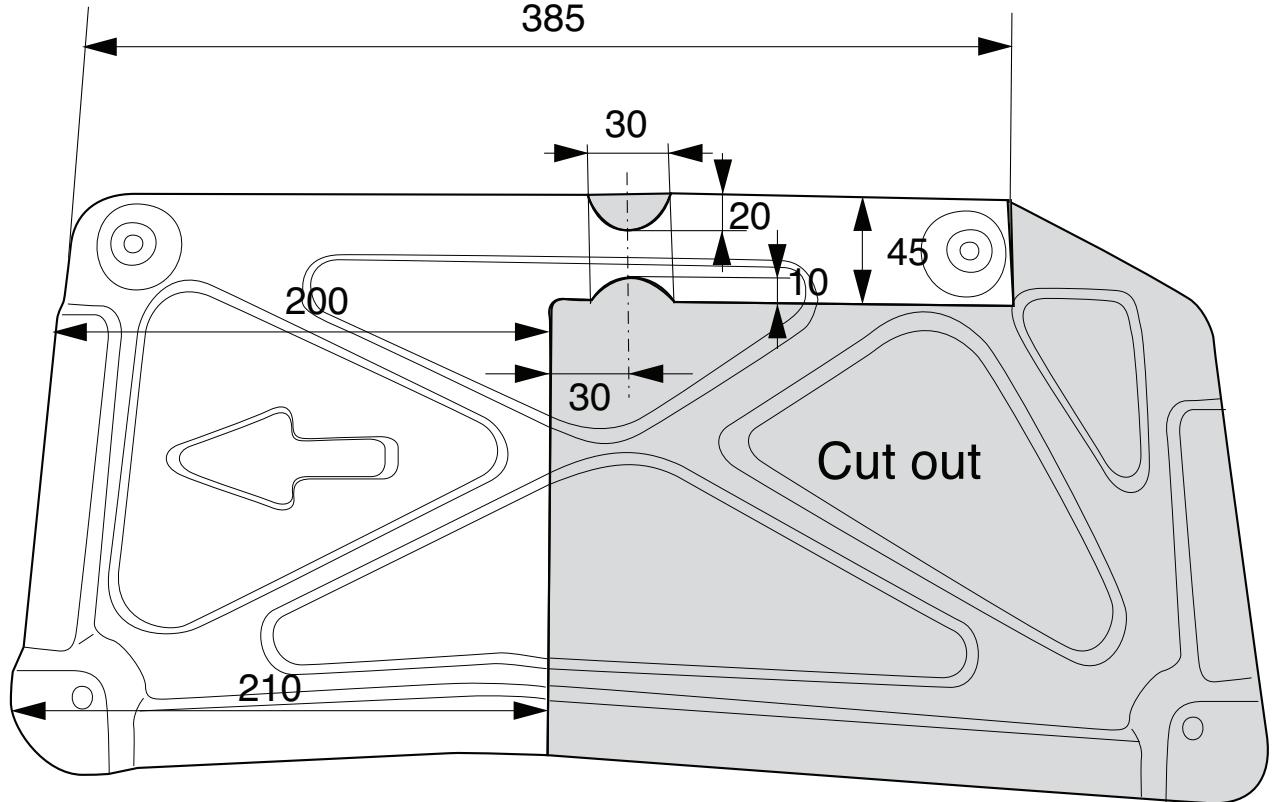

Fig.3
18. Выпилить обозначенные части, как указано на рис. 3 и 4.